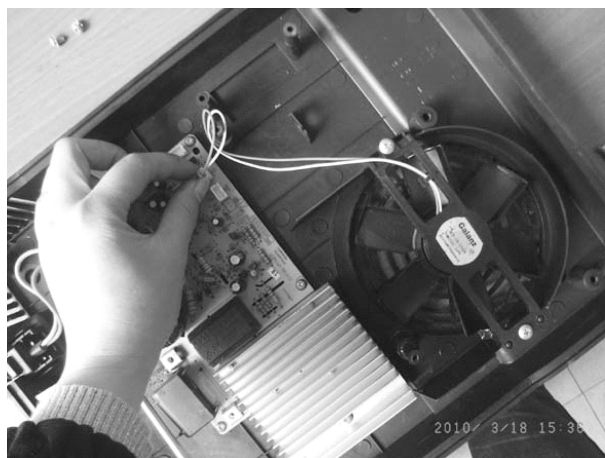
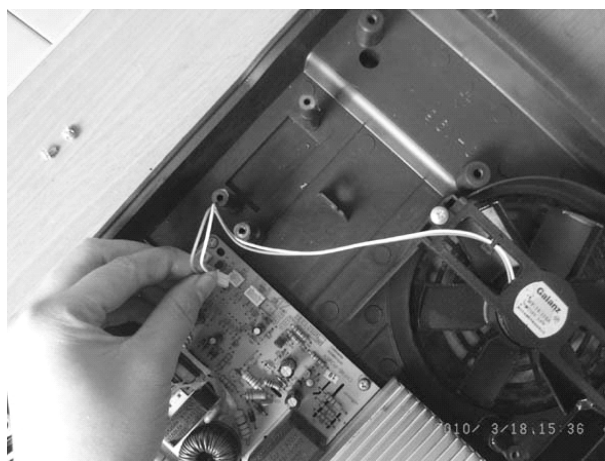

图 3-21 拆下散热风扇电动机与印制电路板连接线插头（一）
图 3-22 拆下散热风扇电动机与印制电路板连接线插头（二）
- 2) 拔出散热风扇电动机与印制电路板连接线插头，如图 3-21、图 3-22 所示。